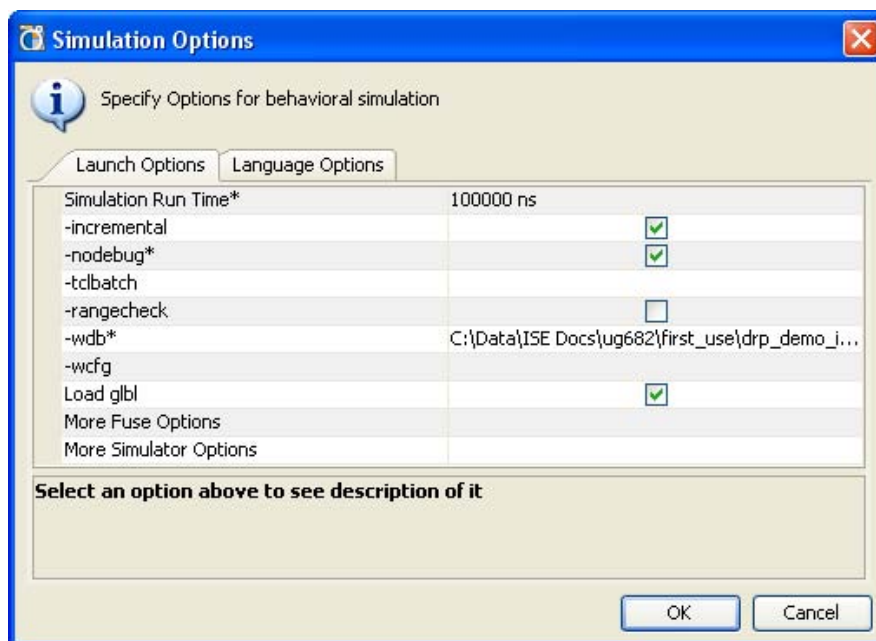

図 5-15 : [Simulation Options] ダイアログ ボックスの [Launch Options] タブ
- [Options] : 図 5-15 および162 ページの図 5-16 に示す [Simulation Options] ダイアログ ボックスを開きます。
[Simulation Options] ダイアログ ボックスの [Launch Options] タブでは、Fuse および ISim で実行される起動オプションを指定します。図 5-15 に、[Simulation Options] ダイアログ ボックスを示します。